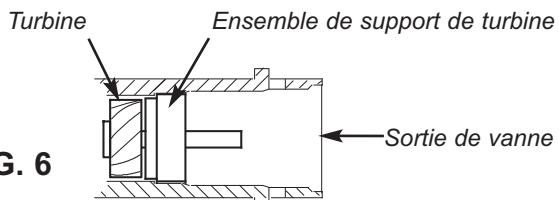

FIG. 6
9. Assurez-vous que l'ensemble de turbine tourne librement dans le port de sortie de la vanne (voir Figure 6).